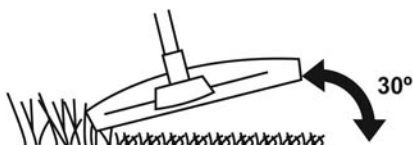

Рис. 25
- > Держите режущую головку над самой землей под углом примерно 30° (рис. 25).